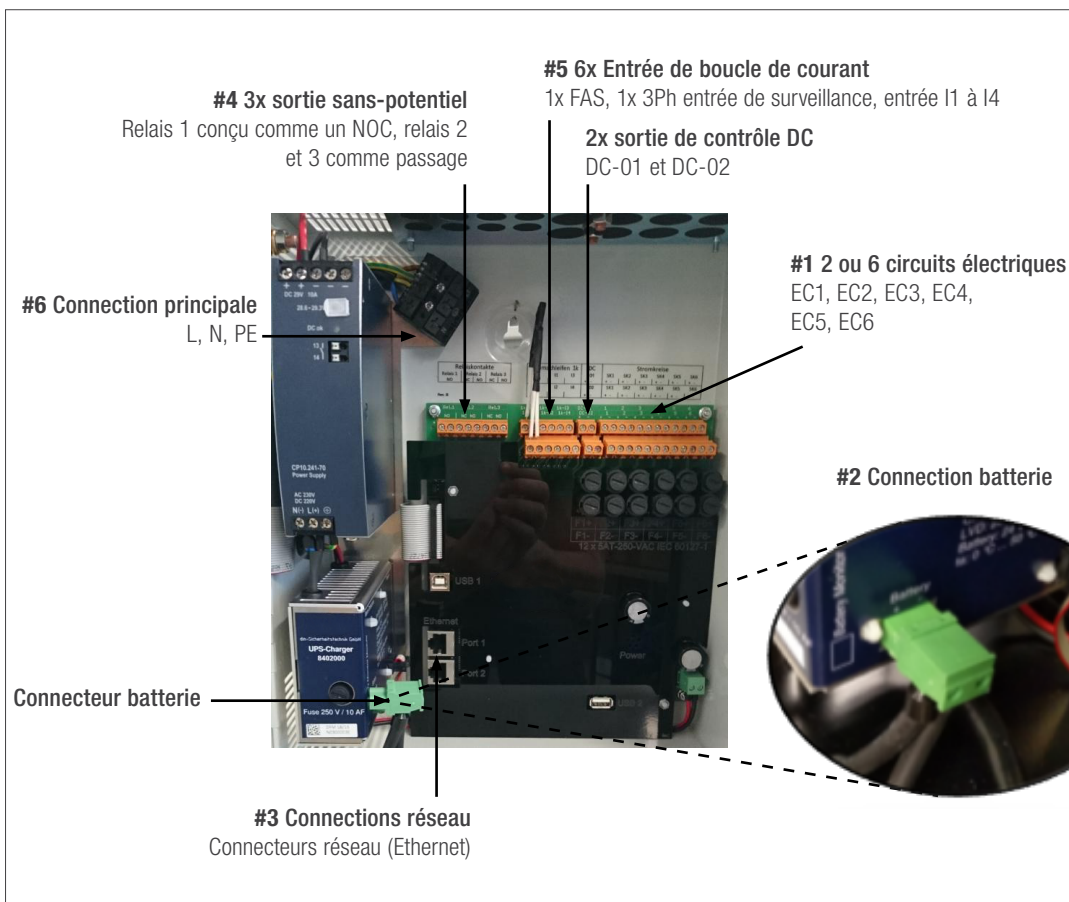

Figure 2.2
- A. Insérez les fils du circuit électrique à travers les trous situés en haut du boîtier. Ensuite, connectez chaque circuit électrique de EC1 à EC6. (veuillez vous référer au point #1 de la Figure 2.2) Note¹ : Les blocs de jonction acceptent des fils de 18AWG à 14AWG, pour les fils de calibre 12AWG ou 10AWG, des réducteurs de calibre sont inclus avec le système.
- B. Connectez le connecteur de la batterie. (veuillez vous référer au point #2 de la Figure 2.2)
- C. Connectez le port Ethernet dans le connecteur RJ45 Port 1. (veuillez vous référer au point #3 de la Figure 2.2)
- D. Pour une application spécifique, des sorties relais sont nécessaires. Si des sorties relais sont requises, procédez à la connexion. Notez que le relais 1 est normalement ouvert; les relais 2 et 3 sont des commutateurs. (veuillez vous référer au point #4 de la Figure 2.2)
- E. Pour une application spécifique, des interrupteurs sont nécessaires. Si des interrupteurs sont utilisés, procédez à la connexion en utilisant I1 à I4. (veuillez vous référer au point #5 de la Figure 2.2)
- F. Connectez le cordon d'alimentation principal de la boîte du transformateur. (veuillez vous référer au point #6 de la Figure 2.2)